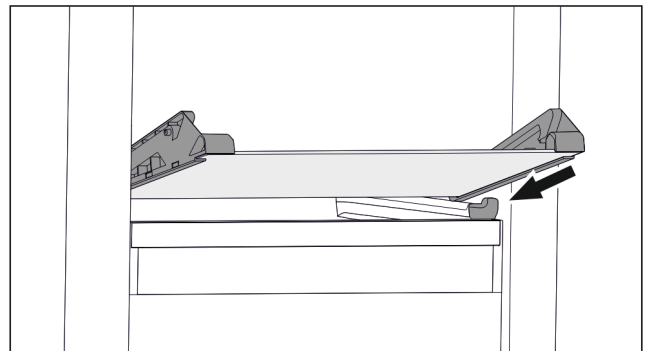

Fig. 132 Staklena ploča nagibne ladice
- ▶ Stavite ladicu ukoso iza zaustavljača. (pogledajte Fig. 132)